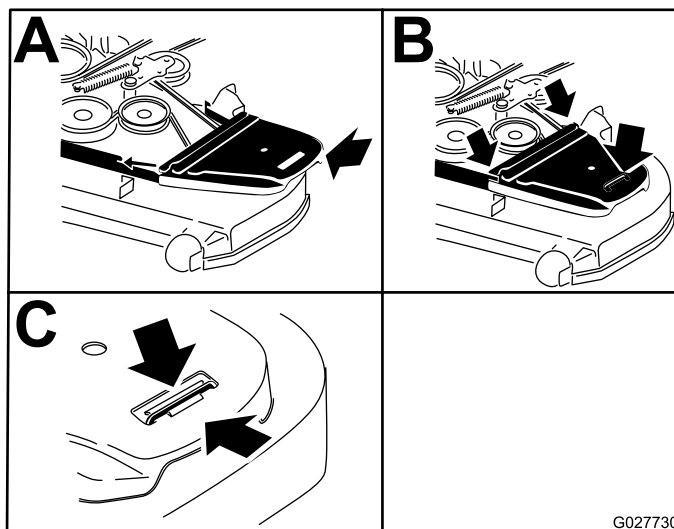

Figura 62
15. Instale las cubiertas de la correa (Figura 62).